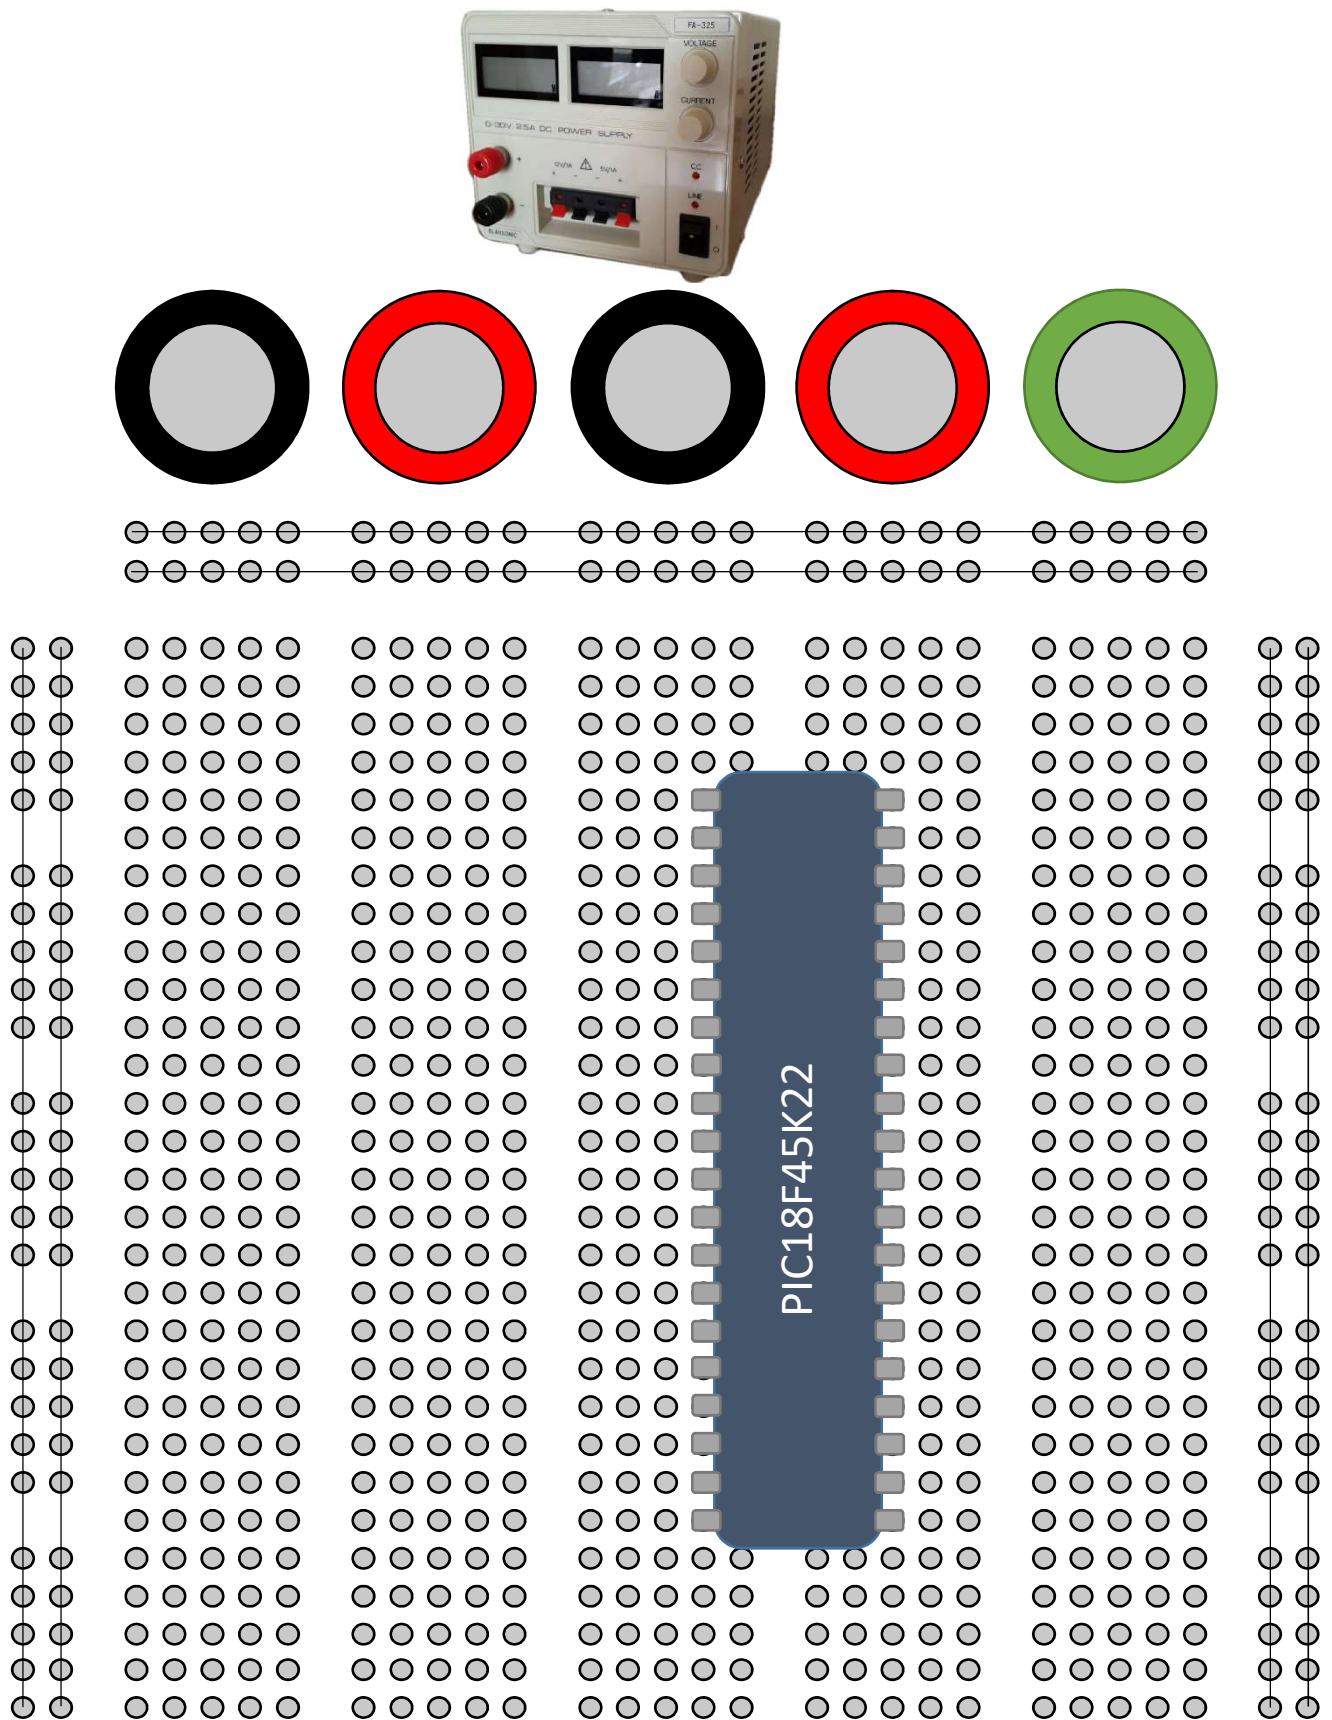

Figura 1. Esquema d'una protoboard per fer les connexions dels circuits.
- Captura de pantalla de la Figura 1 que trobareu a la pàgina següent, amb les indicacions detallades de totes les connexions necessàries per fer funcionar el microcontrolador i els circuits de l'apartat 5.1. No oblideu fer una ullada al punt 1.7 del Resum\_electrònica.pdf on s'expliquen les connexions i l'alimentació del PIC.